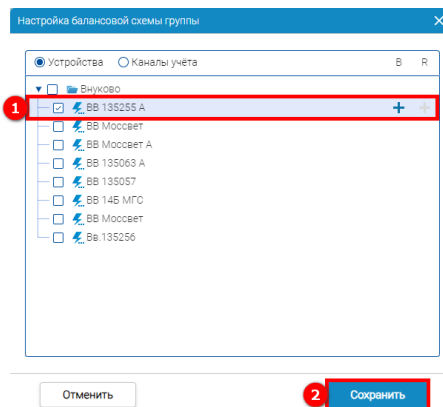

Рисунок 173 – Настройка балансной схемы группы
Далее отметкой выбираем балансный прибор и нажатием левой кнопки мыши по знаку  осуществляем выбор балансного прибора (1) (см. рисунок 173). После указания балансового прибора нажимаем кнопку **Сохранить** (2).